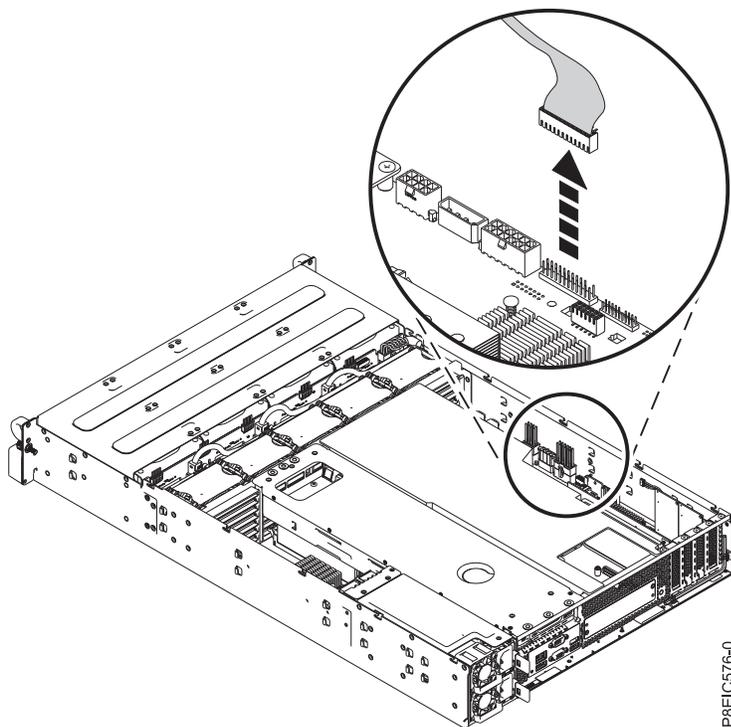

Abbildung 60. Steuerkabel des Bedienfelds abziehen
2. Entfernen Sie das Steuerkabel des Bedienfelds von der Systemrückwandplatine (siehe Abb. 60).